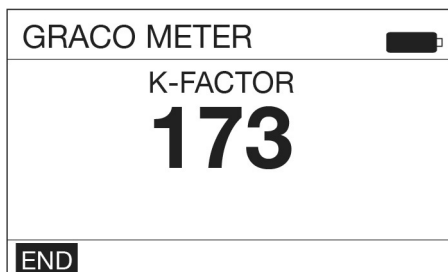

图 17
7. 当**刚好** 1 夸脱或 1 升液体分配到容积瓶中时，使用键盘中央的 ENTER 按钮选择“结束”。显示分配的流体量的屏幕出现（图 17 显示分配的体积屏幕示例）。